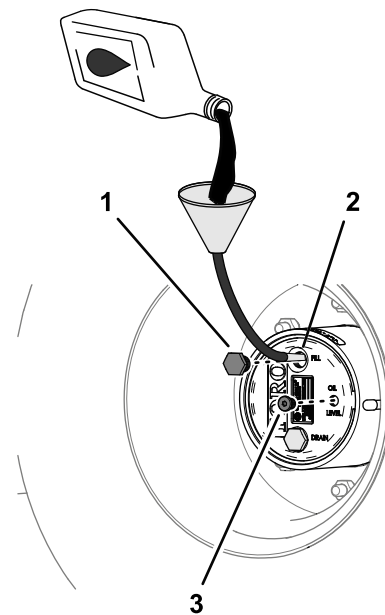

Figure 98
4. Si le niveau d'huile est trop bas, enlevez le bouchon de remplissage et ajoutez l'huile spécifiée jusqu'à ce qu'elle ressorte par le trou du bouchon de contrôle (Figure 98); voir Spécifications de l'huile du train planétaire \(page 73\).
6. Remettez en place les bouchons de remplissage et de contrôle (Figure 98).
- Versez lentement le lubrifiant pour engrenages spécifié par l'orifice du bouchon de remplissage; voir Figure 98 sous Contrôle du niveau de lubrifiant du train planétaire (page 73).
- Remettez en place les bouchons de remplissage et de contrôle; voir Figure 98 sous Contrôle du niveau de lubrifiant du train planétaire (page 73).